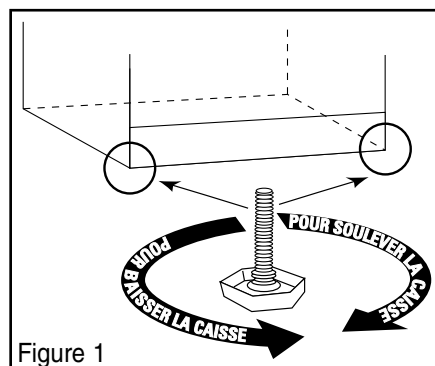

Figure 1
- Tous les modèles de réfrigérateur ont des vis de mise à niveau à la base de la caisse, sous chacun des coins avant. Ces pieds peuvent être ajustés en les tournant dans un sens ou l'autre, au besoin. Si le plancher n'est pas de niveau et qu'il soit nécessaire de relever l'arrière de la caisse, utiliser un morceau de contreplaqué ou autre matériau de calage. Pour immobiliser la caisse en place, faire descendre les deux vis de mise à niveau (voir fig. 1).